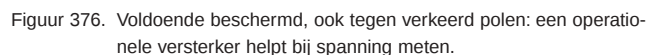

Figuur 375. "Gekrompen" spanning: de inwendige weerstand op het spoor.
**271** Wat we nu gezien hebben, gaan we gebruiken bij een oude batterij. Die zal zeker nog wel  $100 \mu\text{A}$  kunnen opbrengen zonder "onderuit" te gaan. De inwendige weerstand, die nu groot is geworden, maar die je "niet te pakken kunt krijgen" en die desondanks aangeeft dat de zaak op zijn einde loopt, kunnen we nu aan de hand van de proef van figuur 375 te weten komen. Hiervoor meten we met de voltmeter (bereik  $10 \text{ V}$ ) de batterij-